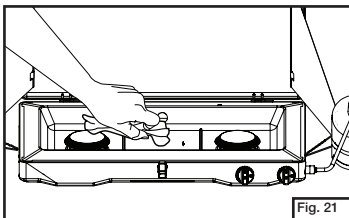

Fig. 21
- Passez un linge imbibé de détergent à vaisselle (pas de récurant) sur le réchaud. (Fig. 21)